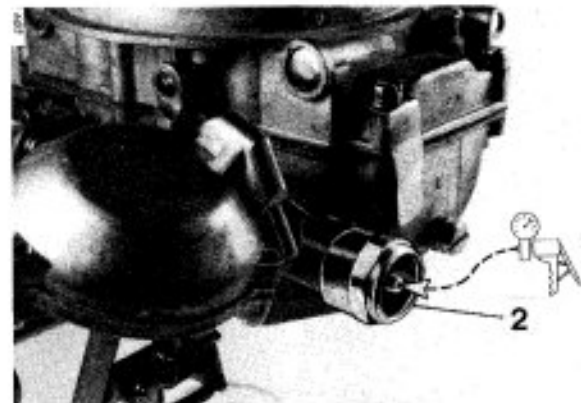

Bild 12
7.2 Regelventil (Bild 12)
- Ist Druckdifferenz nicht möglich, Regelventil (2) ersetzen.